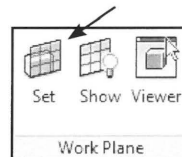

Fig. 05.27. Klik *Create - Set*.
- Tryk *Create - Set* (Fig. 05.27).